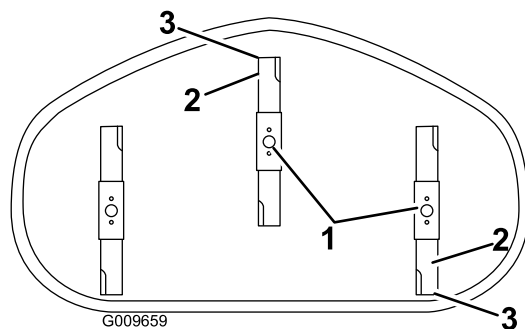

Figura 56
4. Gire cuidadosamente las cuchillas colocándolas en el sentido de avance de la máquina (Figura 56).
5. Mida entre la punta de la cuchilla delantera y la superficie plana y entre la punta de la cuchilla trasera y la superficie plana (Figura 56). Si la punta de la cuchilla delantera no está entre 1.6-7.9 mm (1/16-5/16 pulgada) más baja que la punta de la cuchilla trasera, ajuste la contratuerca delantera.
8. Compruebe la inclinación longitudinal de nuevo después del ajuste. Siga ajustando la tuerca hasta que la punta de la cuchilla más avanzada esté entre 1,6–7,9 mm (1/16-5/16 pulgada) más baja que la punta de la cuchilla más atrasada (Figura 56).